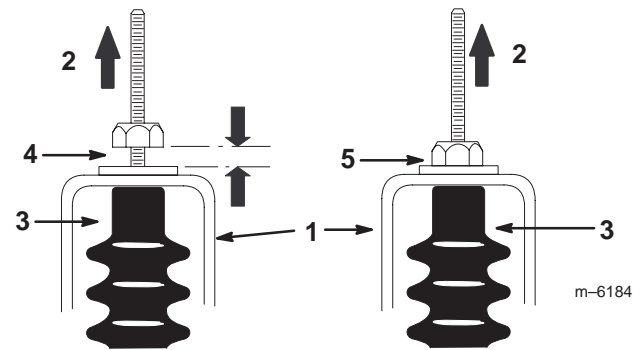

Figure 26
5. Tirez sur chaque câble de sélection et vérifiez qu'il n'y a pas d'espace entre l'écrou/la rondelle et la patte de réglage du point mort (Fig. 26). Serrez l'écrou s'il y a un espace.